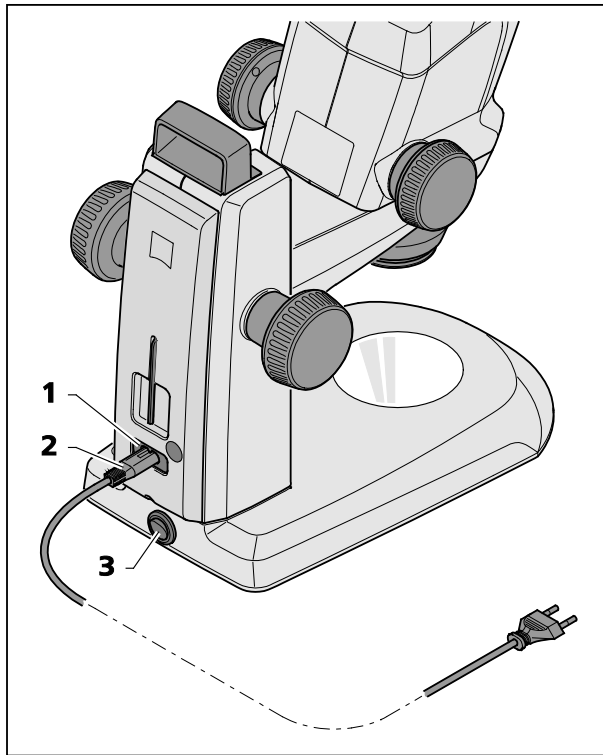

Bild 12 Stereomikroskop anschließen
- Das Netzkabel (Bild 12/2) in die Netzanschlussbuchse (Bild 12/1) des Stativs einstecken.
- Netzkabel (Bild 12/2) an eine Netzsteckdose anschließen.
- Das Stereomikroskop mit dem Netzschalter (Bild 12/3) ein- bzw. ausschalten.